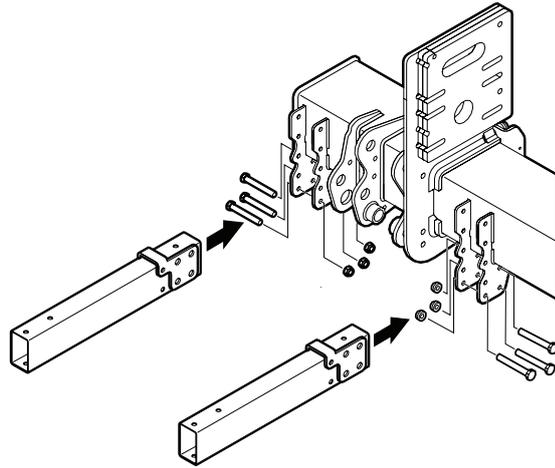

Figura 50. Montaje de las consolas en la estructura
1. Monte las consolas en la estructura del elevador trasero con 3 tornillos M12x100 cada uno sin apretar. Consulte Figura 50.